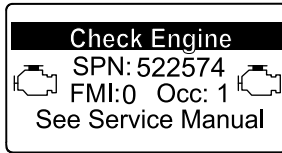

Bild 45
- Motorwarnung SPN 522574, FMI: 0 (Bild 45)